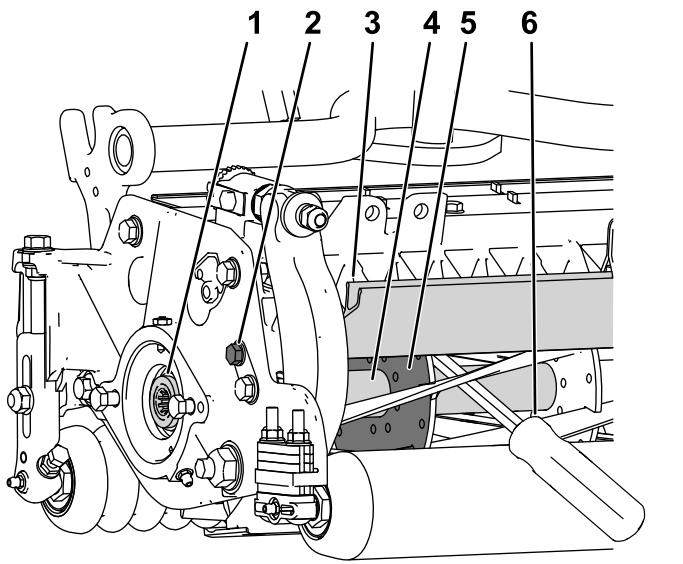

Figure 31
1. Desserrez le boulon du déflecteur sur le côté gauche de l'unité de coupe et levez le déflecteur arrière (Figure 31).
2. Insérez un levier à long manche ($\frac{3}{8}$ " x 12" avec manche de tournevis recommandé) par le bas du cylindre de coupe, le plus proche du côté de l'unité de coupe que vous allez serrer (Figure 31).
3. Placez le levier contre le côté soudé de la plaque de support du cylindre (Figure 31).